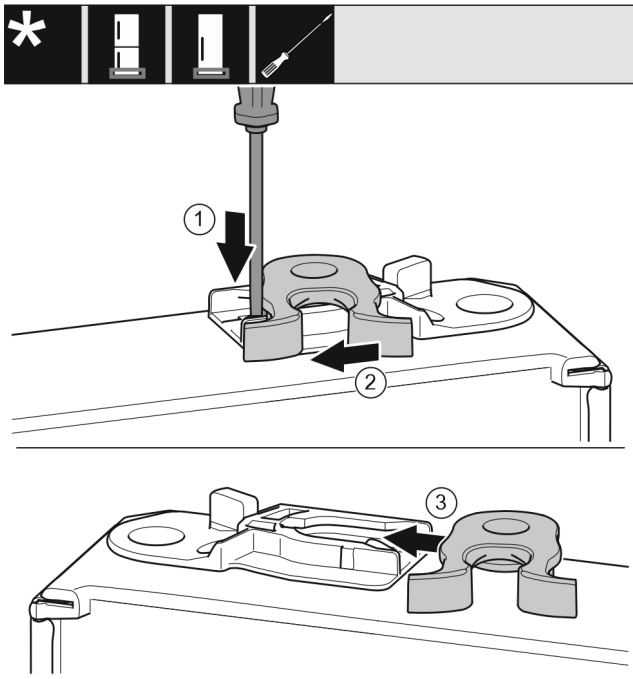

Fig. 18
- ▶ Onderkant van de deur wijst naar boven: Deur draaien. Fig. 18 (1)
- ▶ Lip met sleufschroevendraaier naar onder drukken. Fig. 18 (2)
- ▶ Sluithaak uit de geleiding trekken. Fig. 18 (3)
- ▶ Sluithaak aan de andere kant van de geleiding schuiven. Fig. 18 (3)